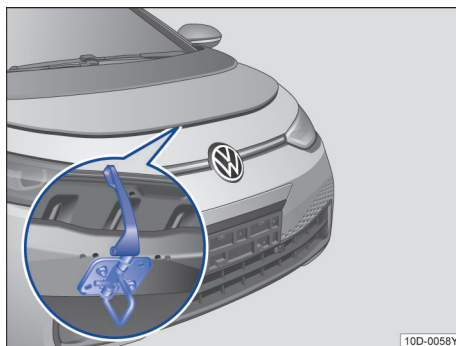

图 135 散热器格栅上方用于打开前舱盖的拉杆
- 向上提起前舱盖前部中央的开启拉杆，抬起前舱盖并将其打开→图 135→▲